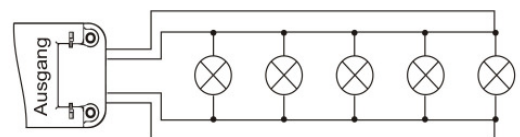

Bild. 4
- Bei größerer Entfernung der Glühbirnen zum Transformator gemäß Abbildung 4 Anschalten d.h. nicht im Reihenanschluss verbinden (von Glühbirne bis zur Glühbirne)